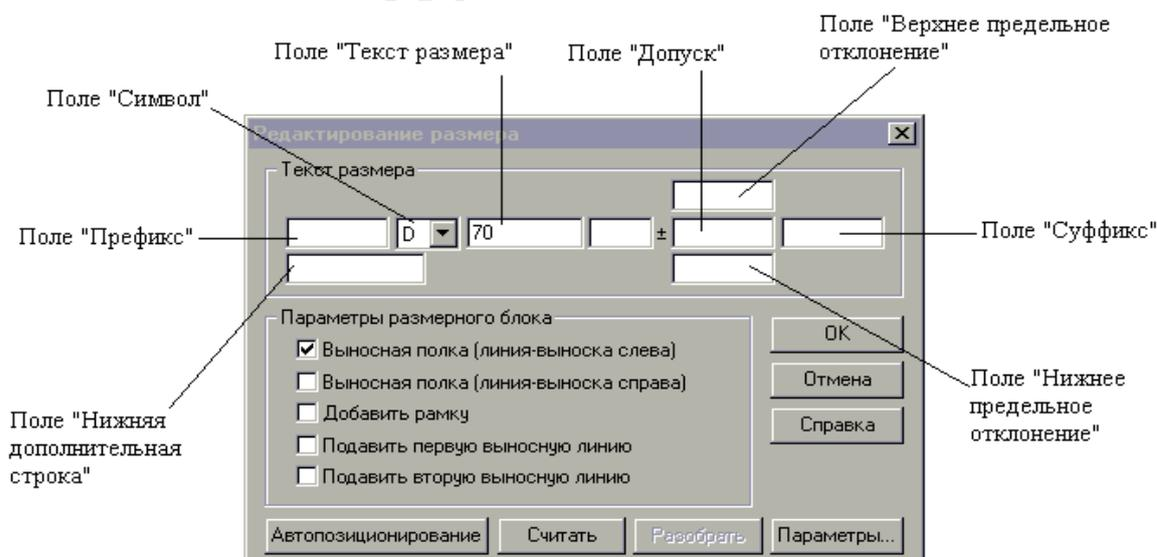

Рисунок 10. Диалоговое окно «Редактирование размера»
- В поле «Нижняя дополнительная строка» (рис.10) введите **2 отв.** и нажмите кнопку **ОК**. Укажите положение текста размера.